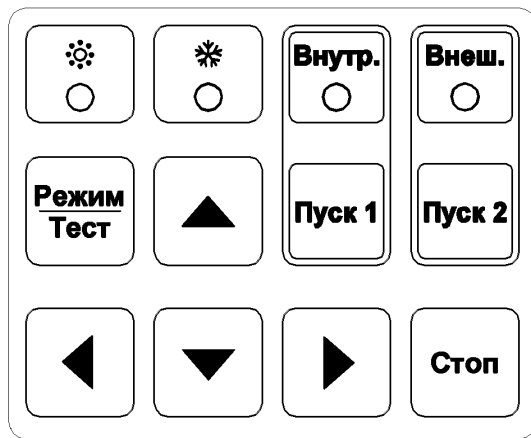

Рисунок 2.
- 4.2.7 На лицевой панели блока управления термостата располагаются жидкокристаллический индикатор 2x16 символов, клавиши управления и индикаторные светодиоды, отражающие режимы работы (Рисунок 2).